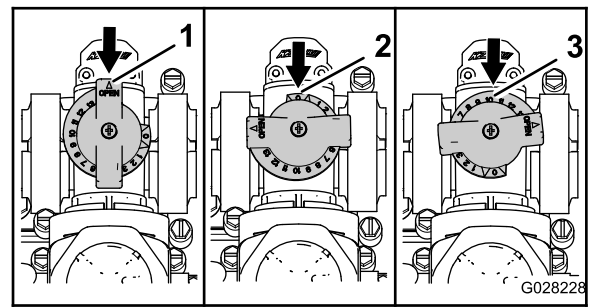

Bild 130
- Das Rührwerksicherheitsventil ist in der ganz GEÖFFNETEN Stellung, wie in Bild 130 abgebildet.
- Das Rührwerksicherheitsventil ist in der GESCHLOSSENEN (0) Stellung, wie in Bild 130 abgebildet.
- Das Rührwerksicherheitsventil ist in einer MITTLEREN Stellung (relativ zum Druckmanometer für das Sprühsystem eingestellt), wie in Bild 130 abgebildet.